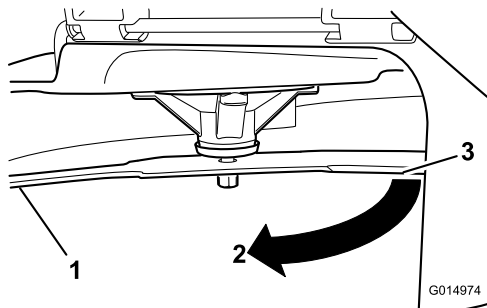

Figura 47
3. Segunda distancia medida entre cuchilla y superficie (B)
4. Gire la misma cuchilla 180 grados de manera que el otro extremo esté en la misma posición (**Figura 47**).